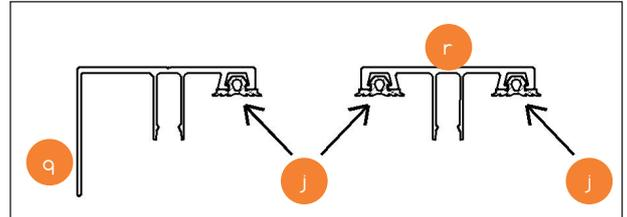

Abb. 11
- 1.21 Drücken Sie die mitgelieferte Dichtung (j) in die Klickleiste (q/r). Abb.11